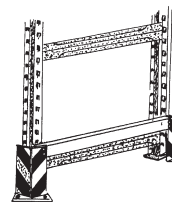

Abbildung 14
f) Werden die Gänge mit Transportgeräten (Hubwagen) befahren sind die Regalpfosten mit Rammschutz gegen Beschädigung zu schützen (Abb. 14).